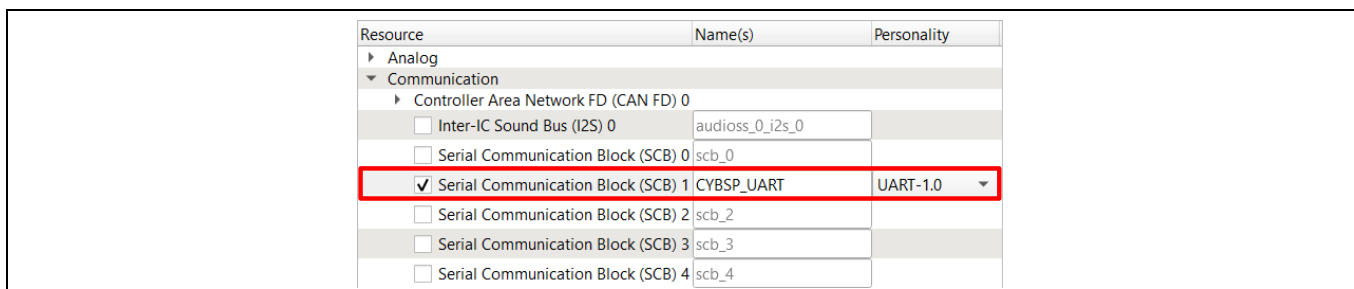

Figure 21 UART として SCB の有効化
- Resource Categories ペインの Peripherals タブに移動し、Serial Communication Block (SCB) 1 を有効にして、パーソナリティを UART-1.0 に設定し、名前を CYBSP_UART にしてください。Figure 21 では、キットに必要な Rx/Tx ピンに基づいて SCB インスタンス 1 が選択されています。各インスタンスで使用可能なピンについては、デバイスデータシートを参照してください。